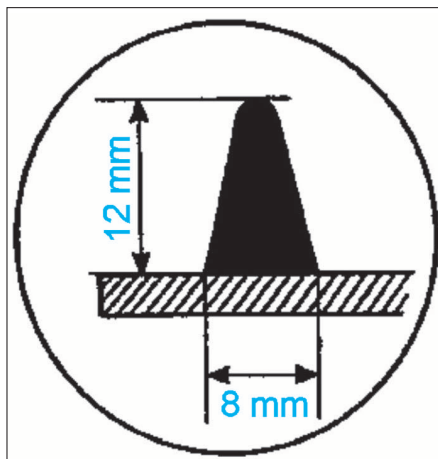

FIG. 120
- Appliquer le cordon de colle (Fig.120) sur le vitrage et coller immédiatement.